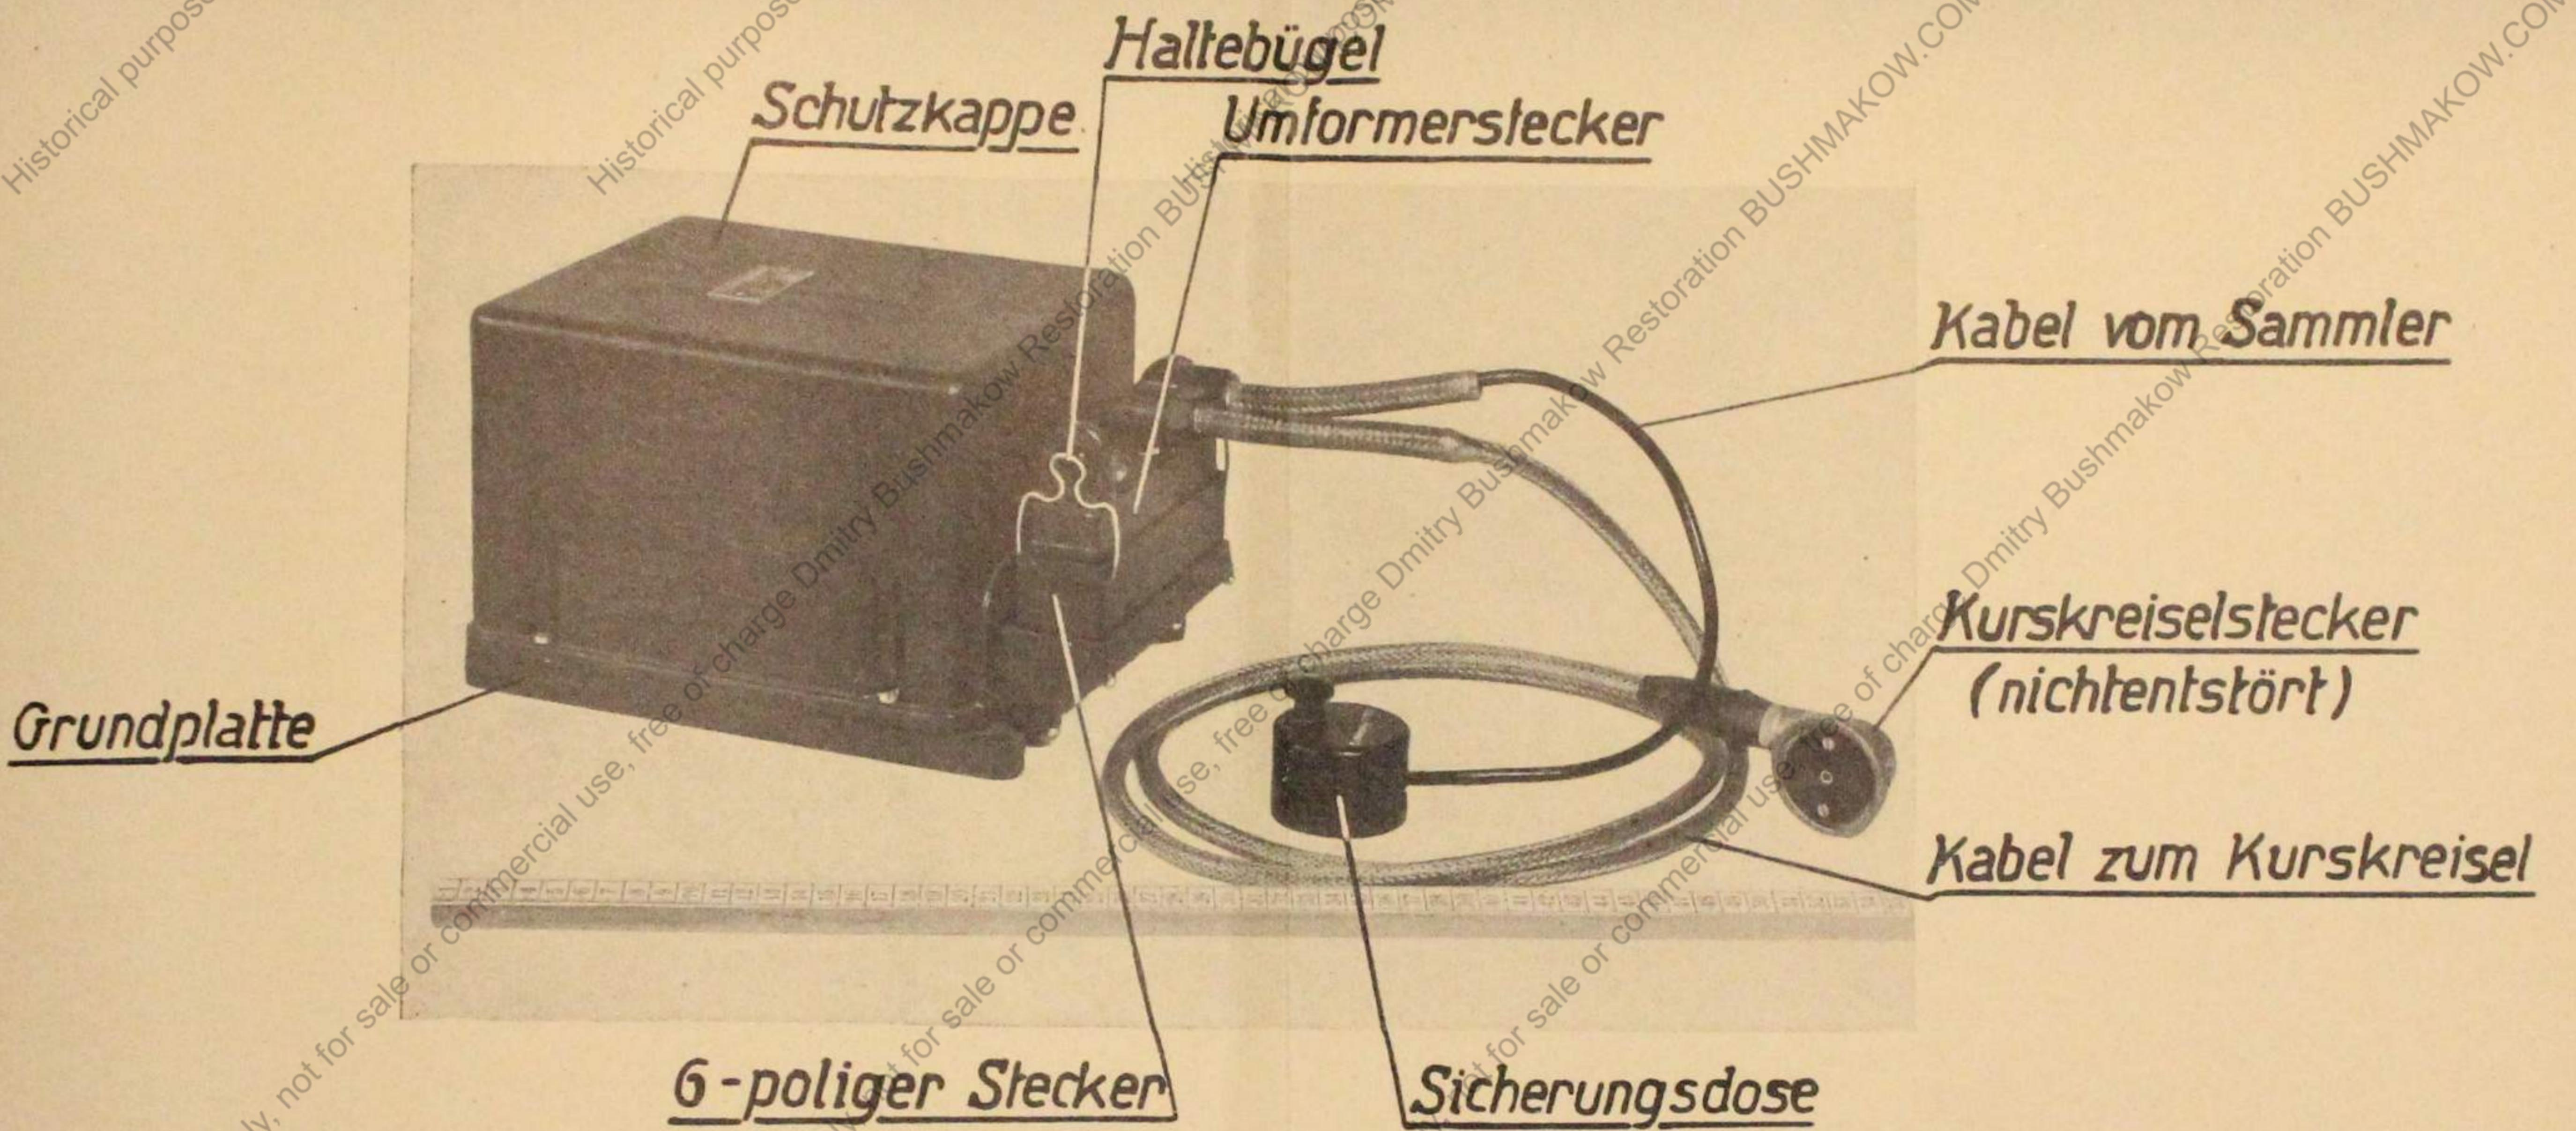

Bild 17. Kurskreiselmformer Typenserie 2 (KU 2), vollständig.
- Bild 17 Kurskreisel-Umformer, Typenserie 2 (KU 2), vollständig